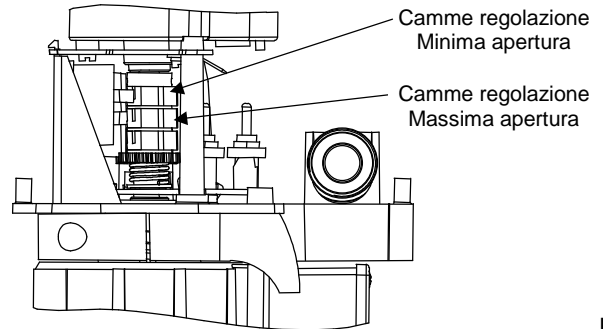

Fig. 6
- II. Agendo sull'interruttore A (portato in posizione "MC" vedi fig. 3) portare la valvola fino all'intervento della camme di regolazione minima apertura (vedi fig. 6).
- III. Posizionare la camme di regolazione massima apertura (vedi fig. 6) affinché intervenga dopo un angolo di 180°-200° rispetto il punto d'intervento della camme di regolazione minima apertura.
- IV. Agendo sull'interruttore A (portato in posizione "MO" vedi fig. 3) portare la valvola fino all'apertura della stessa (rilevabile dallo strumento che misura la pressione d'uscita), modificare ora la posizione della camme di regolazione minima apertura (vedi fig. 6) al fine di regolare il minimo.
- II. Agendo sull'interruttore A (portato in posizione "MO" vedi fig. 3) portare la valvola fino all'intervento della camme di regolazione massima apertura (vedi fig. 6).
- III. Posizionare la camme di regolazione minima apertura (vedi fig. 6) affinché intervenga dopo un angolo di 180°-200° rispetto il punto d'intervento della camme di regolazione massima apertura.
- VI. Agendo sull'interruttore A (portato in posizione "MC" vedi fig. 3) portare la valvola fino all'intervento della camme di regolazione minima apertura (vedi fig. 6).